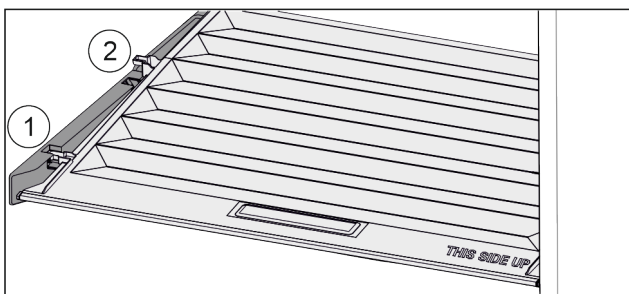

Fig. 152
- ▶ Кришку до отвору в деталях для підтримки потягнути вперед Fig. 152 (1).
- ▶ Підняти ззаду знизу та вийняти Fig. 152 (2) вгору.